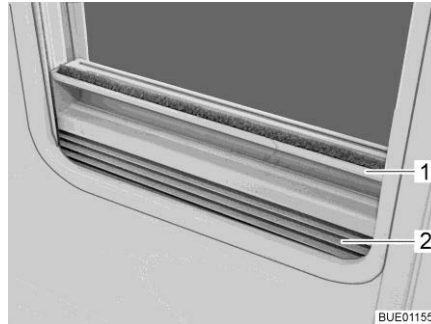

Fig. 70 Tendina oscurante pieghevole
- Chiusura:** ■ Afferrare la tendina oscurante pieghevole (Fig. 70,2) per la parte centrale della barra di presa (Fig. 70,1), tirarla dal basso verso all'alto e rilasciarla nella posizione desiderata. La tendina oscurante pieghevole rimane in questa posizione.